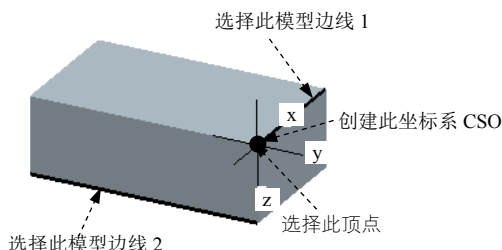
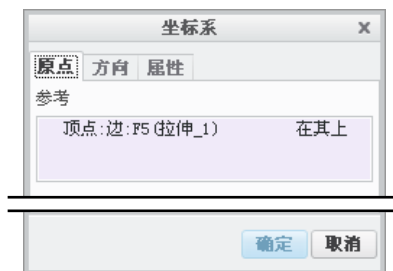

图 8.2.1 由点+两不相交的轴创建坐标系
图 8.2.2 “坐标系”对话框
如图 8.2.1 所示，现要通过模型的一个顶点和两条边线创建一个坐标系，操作步骤如下：
Step2. 如图 8.2.1 所示，选取模型顶点为参考，此时“坐标系”对话框如图 8.2.2 所示。
(1) 在“坐标系”对话框中，单击 **方向** 选项卡。
(2) 在 **方向** 选项卡中，单击第一个 **使用** 后的文本框，然后选取图 8.2.1 中的模型边线 1，并确定其方向为 X 轴；选取模型边线 2，并确定其方向为 Y 轴。此时便创建了图 8.2.1 所示的坐标系。